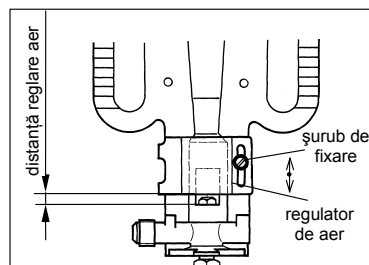

fig. 23
- Se slăbește șurubul de fixare care fixează regulatorul de aer (fig.23).